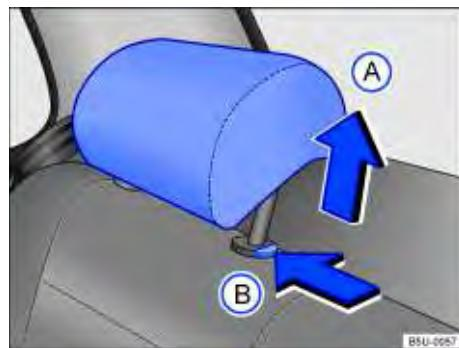

Fig. 42 Desinstalar o apoio para cabeça traseiro.
- Pressionar a tecla ⇒ Fig. 42 B no sentido da seta. Retirar o apoio para cabeça com a tecla pressionada.
- Empurrar o apoio para cabeça para baixo com a tecla ⇒ Fig. 42 B pressionada.